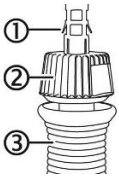

Abb. 8: Lötspitze korrekt montiert
- f) Abb. 8 links: Den Stecker des LötKolbens [1] in die LötKolbenbuchse der Lötstation [2] einstecken. Dabei die Verdrehsicherung des Steckers an der unteren Aussparung der Buchse ausrichten, siehe Pfeil.
- g) Abb. 8 rechts: Die Aussparung der Überwurfmutter am LötKolbenstecker [3] nach oben ausrichten. Dann die Überwurfmutter [4] mit Druck auf den Stecker schieben und mit einer 90°-Drehung im Uhrzeigersinn verriegeln.